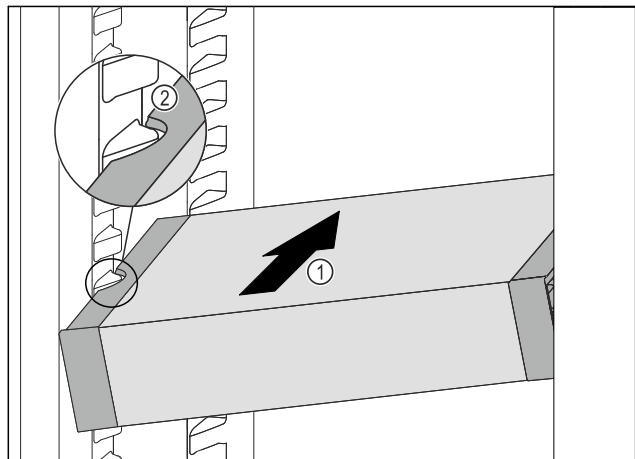

Fig. 179
- Insérer le VarioSafe en biais dans la partie réfrigérateur Fig. 179 (1) jusqu'à ce que les encoches latérales Fig. 179 (2) du VarioSafe se trouvent à la hauteur de la nervure du bac dans la partie réfrigérateur.